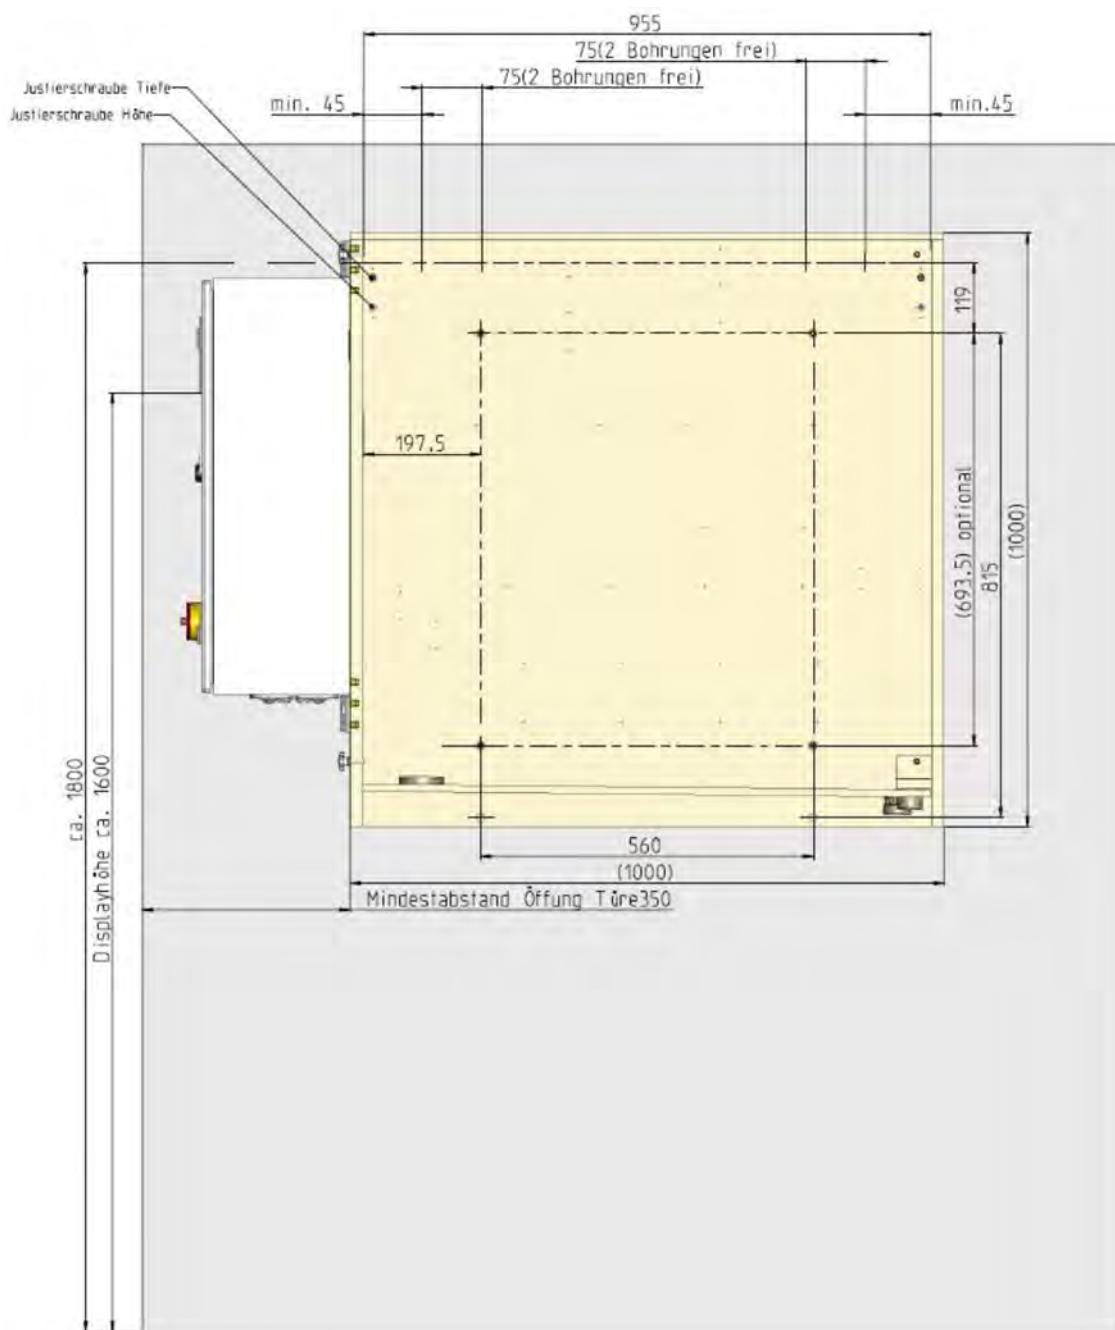

Fig. 7 : Schéma de montage
- 2.** Tracer au mur les perçages à réaliser conformément au schéma ↗ *Chapitre 5.3.1 « Schéma de montage » à la page 34, Fig. 7*.